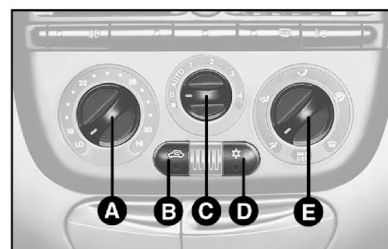

fig. 48
- temperatura do ar nos difusores obtendo a temperatura selecionada pela manopla A-fig. 48;
COMANDOS - fig. 48
- girar a manopla A-fig. 48 em HI.
Se a avaria envolver o comando do ventilador **C-fig. 48** e este puder continuar seu funcionamento, será selecionada a 1ª velocidade automaticamente.